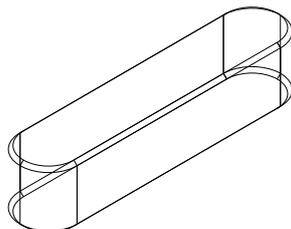

Рисунок 5.1
- выполнить построение фасок на всех гранях командой **Фаска** (рисунок 5.1);